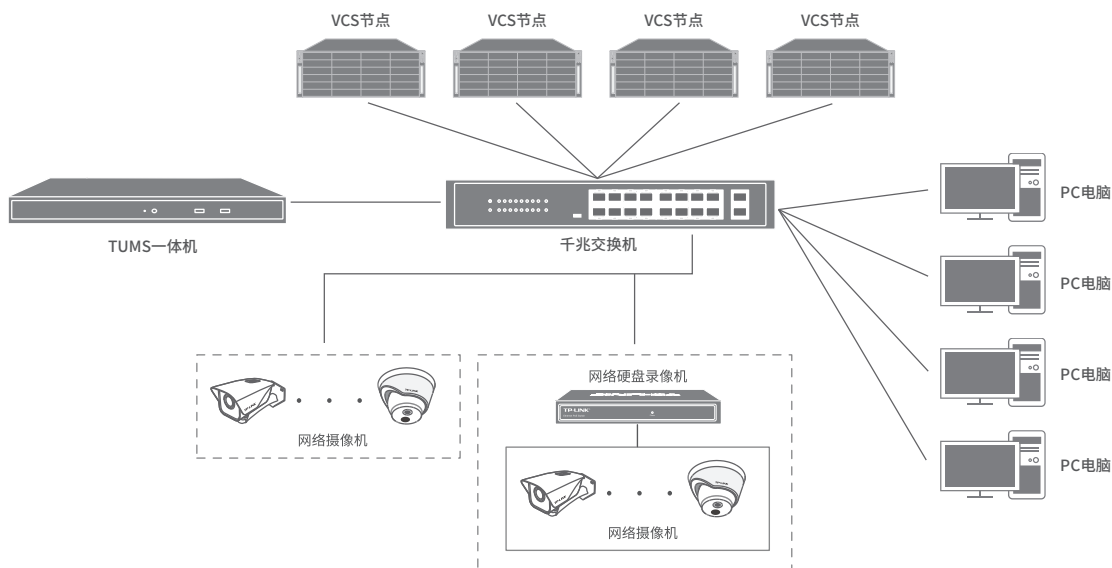

图3-3 VCS连接设备示意图
分布式存储服务器是针对视频监控行业定制的专业级云存储设备。通过多台VCS组成集群，可搭配TUMS一体机使用，提供高性能、高稳定、高扩展性的数据存储服务，参考图3-3连接设备。
1. 确保服务器已正确连接到电源及其它设备，连接方式可参考图3-3；